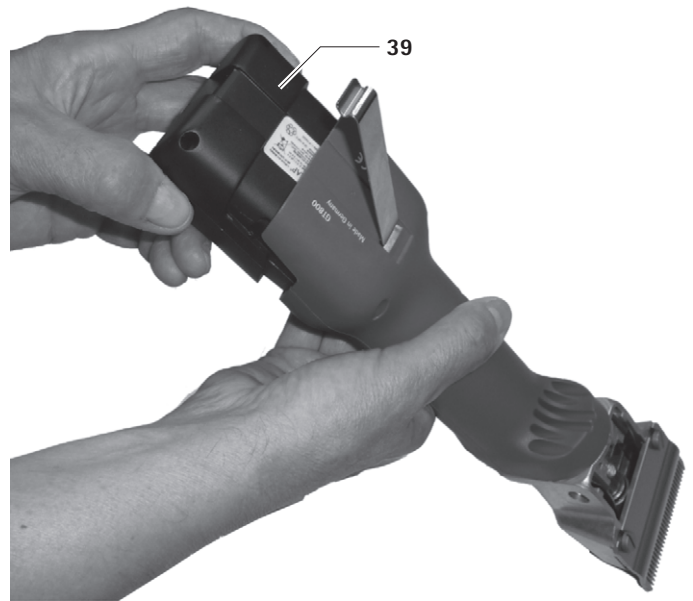

Fig. 2
- Tirar de la batería de iones de litio **39** hasta sacarla, cargar y/o introducir la batería de iones de litio de repuesto GT801 cargada en la esquiladora a batería **g**, ver Fig. 2.